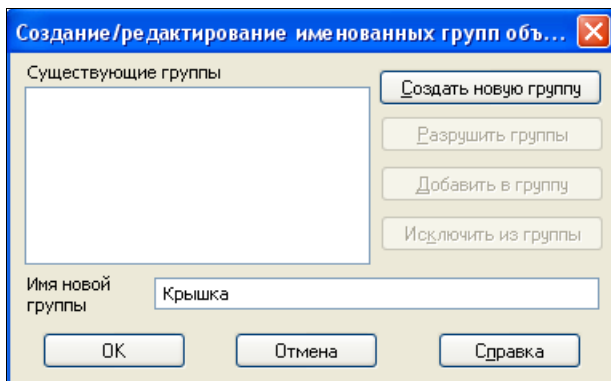

Рис. 18.1. Диалоговое окно
- ◆ из Строки меню вызовите команду **Сервис ► Группы** или из контекстного меню выделенных объектов вызовите команду **Группы**. На экран система выведет диалоговое окно **Создание/редактирование именованных групп объектов**, показанное на рис. 18.1;
Если именованная группа больше не нужна для работы, то ее можно разрушить. Для этого в диалоговом окне **Создание/редактирование именованных групп объектов** (см. рис. 18.1) нажмите кнопку **Разрушить группы**.